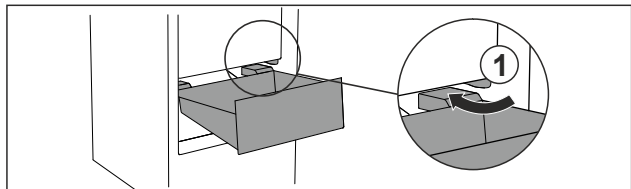

Fig. 78
- ▶ Обойдите стопор Fig. 78 (1) выдвижного ящика под наклоном.